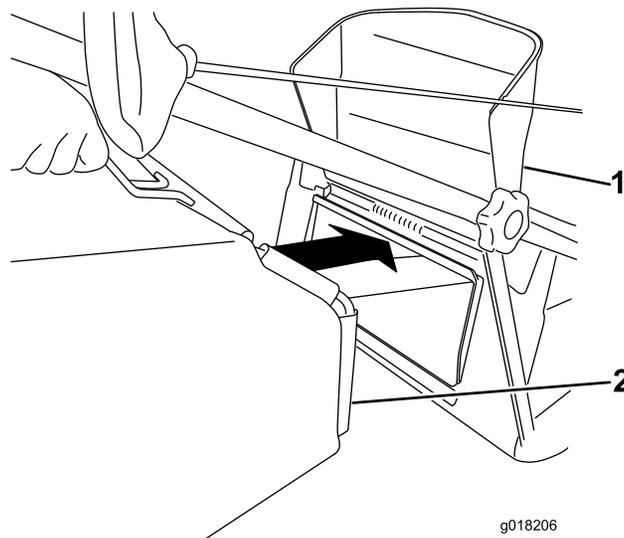

Figura 14
3. Prenda o saco de relva na sua posição (Figura 14).